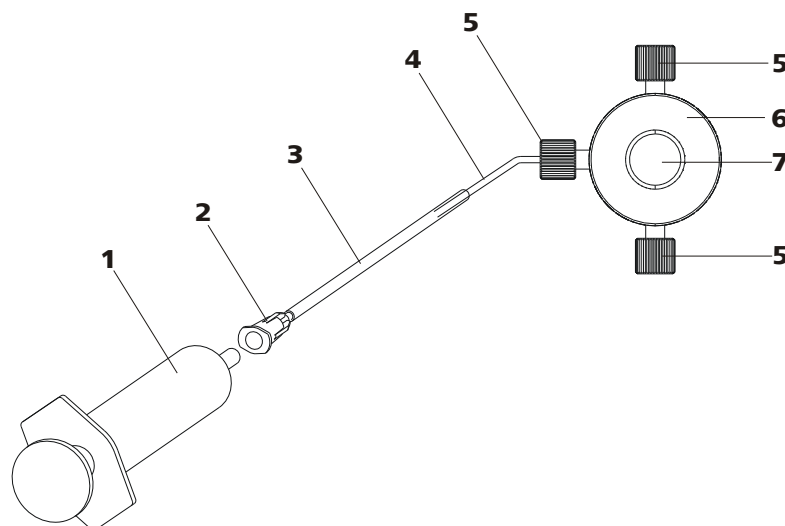

Abbildung 20 Hochdruckpumpe entlüften
Entlüften Sie die Hochdruckpumpe wie folgt (*siehe Abbildung 20, Seite 39*):
- Spritze (20-1) in den Luer-Anschluss (20-2) der Purge-Kanüle stecken (siehe Abbildung 20, Seite 39).